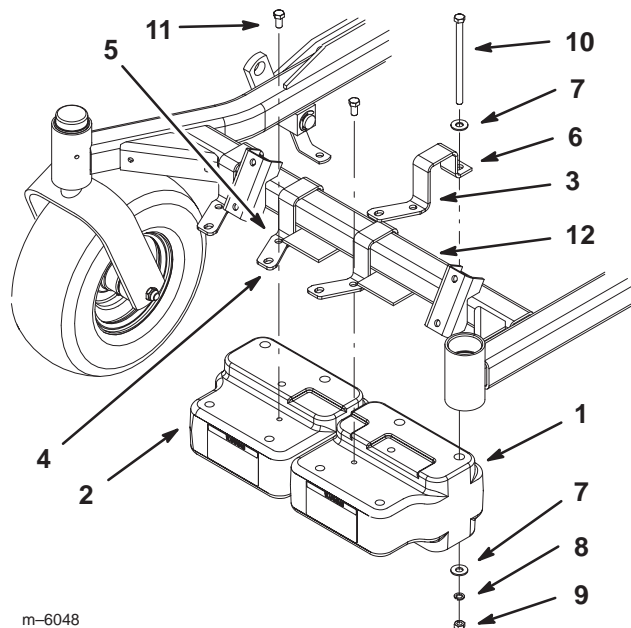

Bild 22
Hinweis: Es gibt linke und rechte Gewichte und Befestigungshalterungen für die Gewichte (Bild 22).
3. Setzen Sie die linken und rechten Befestigungshalterungen der Gewichte in das Vorderchassis ein (die zwei Löcher sollten nach vorne zeigen) (Bild 22).
4. Montieren Sie die Gewichte mit vier Schrauben (3/8 x 6-1/2 Zoll), acht flachen Scheiben (3/8 Zoll), vier Bundmuttern (3/8 Zoll) und vier Muttern (3/8 Zoll) in den Löchern der hinteren Gewichtsbefestigungshalterung (Bild 22).
5. Setzen Sie in den mittleren Löchern der Gewichtsbefestigungshalterung zwei Schrauben (3/8 x 3/4 Zoll) in die Gewichte (Bild 22).